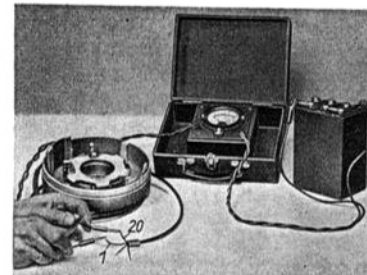

Bild 216. Messen des Vorschaltwiderstandes bei einer NZ-Anlage
Die Prüfung des Widerstandes geschieht mit Hilfe des unter Nr. 8231 lieferbaren Widerstandsmessers. Dabei sind das Meßgerät und der zu messende Widerstand so in den Stromkreis eines gut geladenen 6-Volt-Sammlers zu legen, wie Bild 216 zeigt, d. h. der Anschluß des Widerstandsmessers hat an den Leitungsenden 20 (DF) und 1 (D+) zu erfolgen. Bei einwandfreiem Widerstand muß am Widerstandsmesser ein Wert von 8,5 Ohm (Toleranz $\pm 10\%$) angezeigt werden.